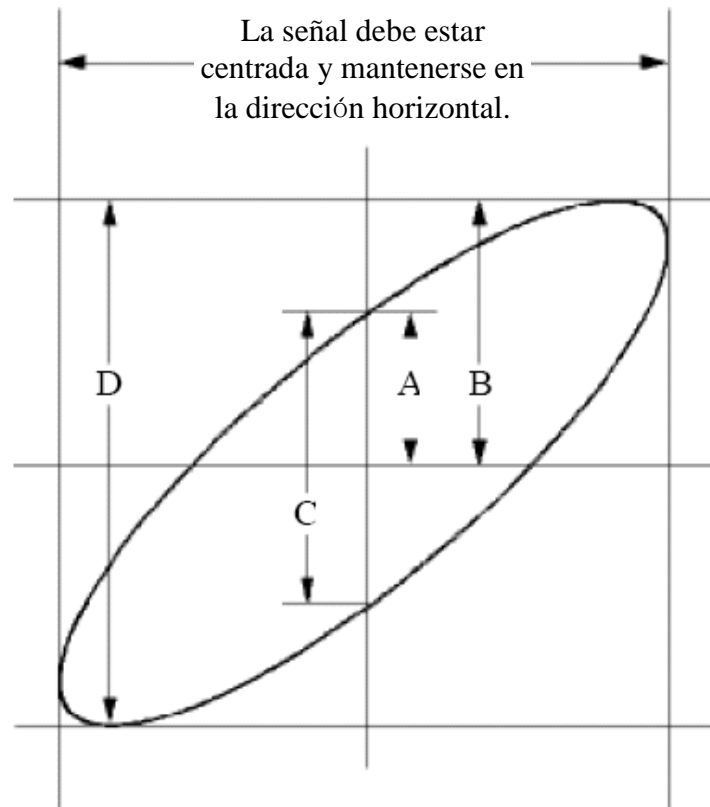

Figura 6-6 Gráfico de Lissajous
- (1) Ajuste el coeficiente de atenuación del menú de la sonda para **10X** y el del interruptor de la sonda para **10X** (véase "*Fehler! Verweisquelle konnte nicht gefunden werden.*" en P*Fehler! Textmarke nicht definiert.*).
- (2) Conecta la sonda del canal 1 a la entrada de la red y la del canal 2 a la salida de la red.
- (3) Pulse el botón **Autoset**, con el osciloscopio encendiendo las señales de los dos canales y mostrándolas en la pantalla.
- (4) Gire la perilla de **la Escala Vertical**, haciendo que las amplitudes de dos señales sean iguales en lo grueso.
- (5) Pulse el botón de **Adquisición** para que aparezca el menú de la derecha.
- (6) En el menú de la derecha, seleccione **Modo XY** como **ON**. El osciloscopio mostrará las características de entrada y terminales de la red en forma de gráfico de Lissajous.
- (7) Gire los mandos de **Escala Vertical** y **Posición Vertical**, optimizando la forma de onda.
- (8) Con el método del oscilograma elíptico adoptado, observe y calcule la diferencia de fase (véase *Figura 6-6*).